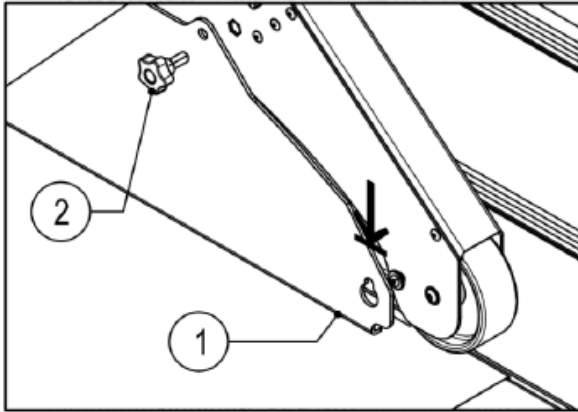
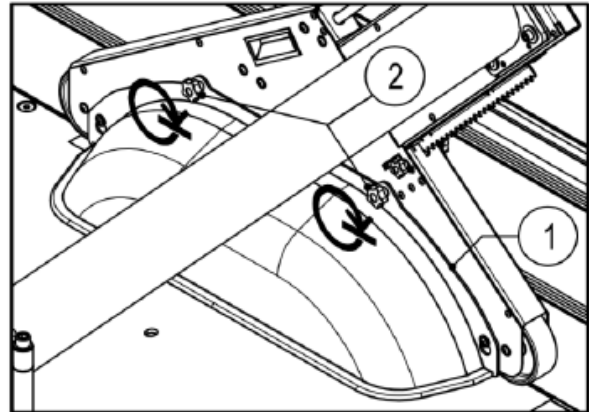
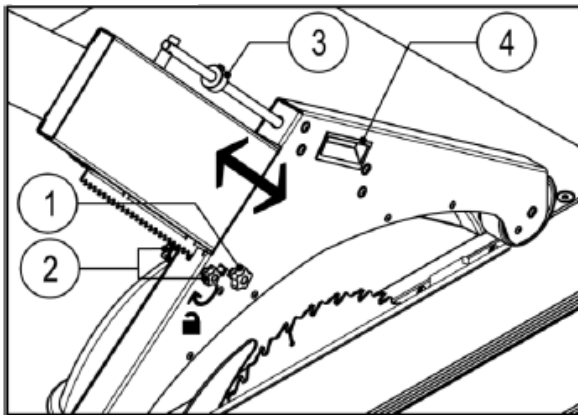

Bild. 26A
Bild. 26B
Bild. 27
Använda sågskyddet (Bild 26A-26B-27)
Höjjustering av huven görs genom att dra tillbaka stiftet (Bild. 27, 2). Dra vid stiftet vid normal användning (bild. 27,2) bakåt och sänk klingan på arbetsbordet. Sågskyddet kommer automatiskt höjas när träbiten är i en viss tjocklek. För arbetsstycken som kräver större såg höjd: ta tag i sågklingan på handtaget (4), dra tillbaka tappen (2) och placera klingan i önskat läge. Skjut spännstiftet framåt igen så att klingan är ordentligt fäst. De sågkåpan kan inte längre sänkas, men går upp om ett högre/större arbetsstycke sätts in. För att låsa sågklingan, skruva fast klämstiftet i båda riktningarna (bild. 27,1). För att ställa in maximal såg höjd, placera ringen (3) i önskad position. klingan har ett skydd för sågning under 90° . För att placera skyddet, skjut ner plattan (bild 26A, 1) i nyckelhålen och fäst de 2 klämskruvarna (26A, 2). Den breda huven fungerar för sågning under 45° . Detta fixeras också med två spännskruvar (bild 26B, 2) och glider också in i två nyckelhål.